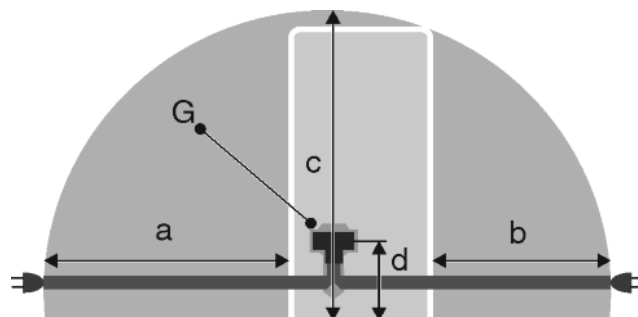

Fig. 21
- Контактът трябва да е извън зоната на задната страна на уреда и в рамките на дефинираната зона Fig. 21 (a, b, c).
- ▶ Включете щепсела на уреда Fig. 21 (G) от задната страна на уреда. Обърнете внимание на доброто фиксиране.